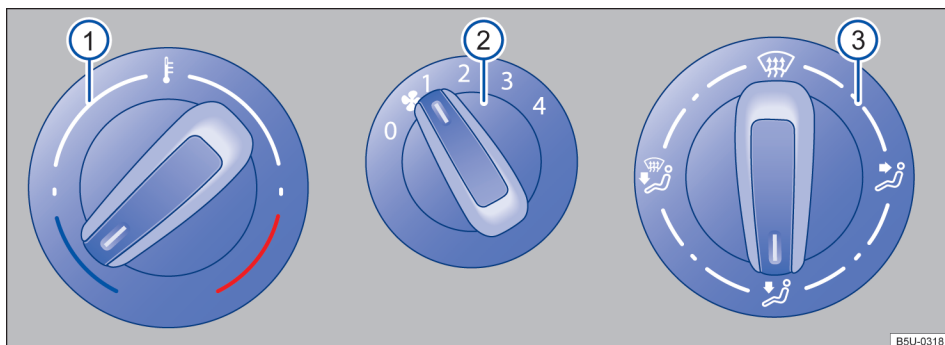

Fig. 75 Mandos del sistema de ventilación y calefacción.
- *Sistema de ventilación y calefacción*: girar el regulador del ventilador al nivel 0 → fig. 75 ②.
- *Sistema de ventilación y calefacción*: girar el regulador giratorio izquierdo → fig. 75 ① para regular la respectiva temperatura.
- *Sistema de ventilación y calefacción*: girar el regulador del ventilador → fig. 75 ②.
- *Sistema de ventilación y calefacción*: girar el regulador hacia la derecha → fig. 75 ③ hasta alcanzar la posición deseada.
- En vehículos con sistema de calefacción, girar el regulador de temperatura → fig. 75 ① totalmente hacia la derecha, a la posición máxima de calefacción.
- Girar el botón de distribución de aire ③ a la posición .
- Girar el botón del ventilador ② al nivel 3 o 4.